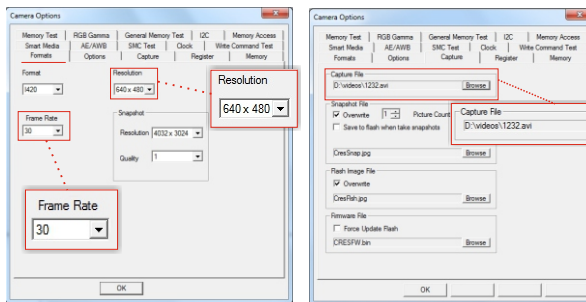

Fig.3
- En el punto "Options" / "Formato" (fig.3) se recomienda seleccionar los siguientes ajustes de la grabación en el disco duro: **Resolution** (640x480) y **Frame rate** (30).